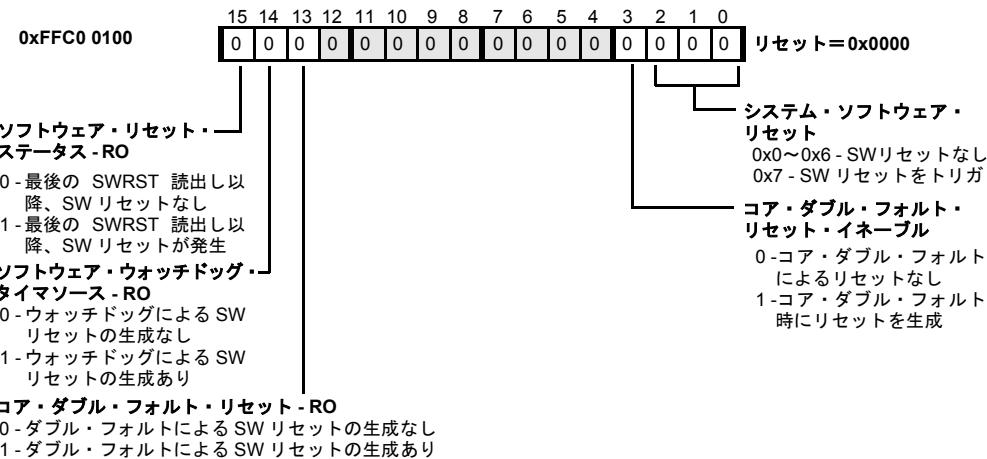

図 3-3. ソフトウェア・リセット・レジスタ
- ソフトウェア・リセット・レジスタのシステム・ソフトウェア・リセット・フィールドの設定による方法（3-18ページの図3-3を参照）